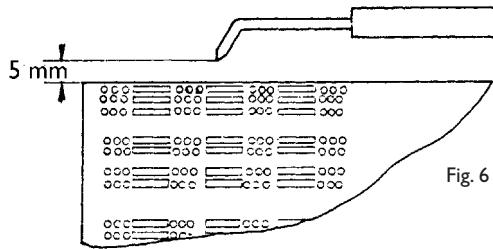

Fig. 6
- Kontrollér tændeletrodens position (se Fig. 6).